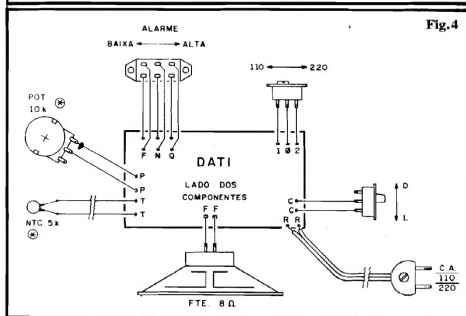

Fig. 4
- FIG. 4 - LIGAÇÕES PERIFÉRICAS - As conexões externas à placa são vistas na figura, onde a placa é mostrada pelo seu lado não cobreado (assim como ocorreu na ilustração anterior...). Observar as ligações ao potenciômetro (apenas dois dos seus terminais precisam ser ligados), que é visto pela traseira. Notar as conexões às chaves L-D (liga-desliga) e "110-220" (para adequação à Tensão da rede local), as quais são acompanhadas de setas que indicam inclusive o sentido de acionamento dos controles... O ponto mais importante, contudo, refere-se às ligações da chave de função do alarme (alarme de "baixa" e alarme de "alta", conforme indica a seta de acionamento...): seus 6 terminais devem ser ligados às respectivas ilhas/furos **rigorosamente** conforme mostrado, já que a mínima inversão nessas conexões "embananará" totalmente o funcionamento do DATI... O NTC (muito provavelmente ligado à placa em condição "remota", por um cabo paralelo relativamente longo...) e